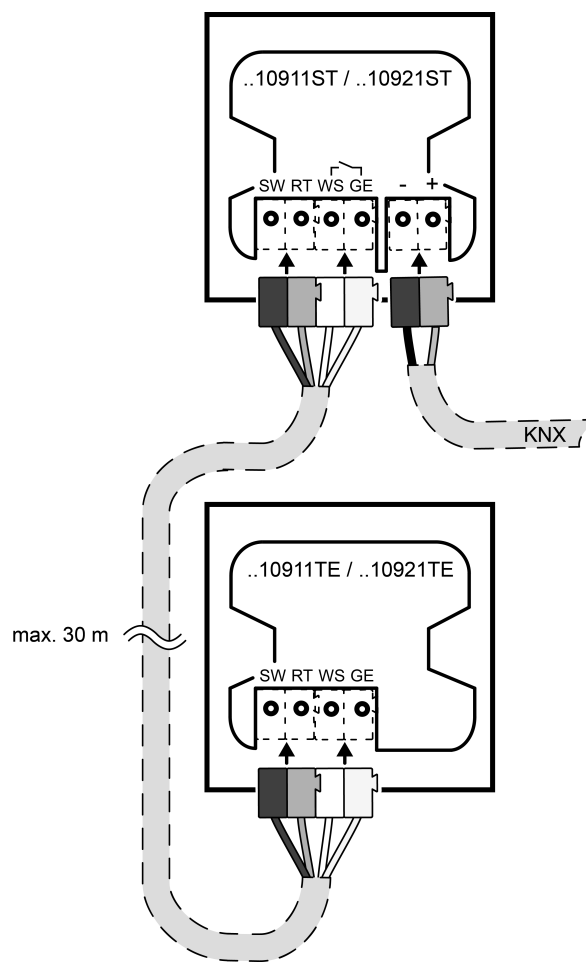

рисунок 4: Подключение кнопочного выключателя для расширенной конструкции
- Опция: подключение Модуль расширения KNX кнопки (см. принадлежности) к соединительной клемме (см. рисунок 4).
Модуль расширения KNX кнопки подключить (см. рисунок 4)